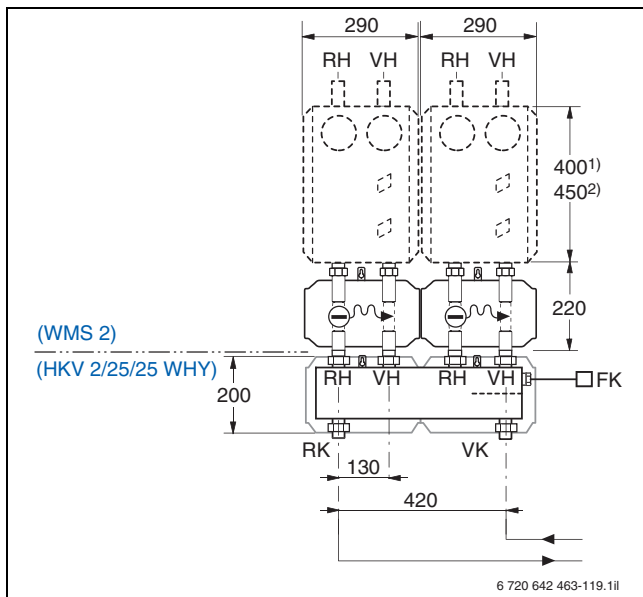
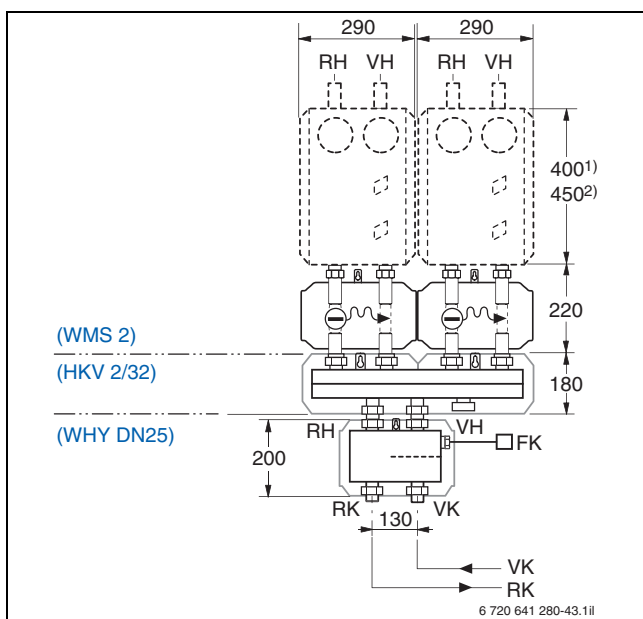

Bild 100 Abmessungen Wärmemengenzähler-Set (Maße in mm)
Bild 101 Abmessungen Wärmemengenzähler-Set mit Heizkreisverteiler (Maße in mm)
**Legende zu Bild 100 und Bild 101:**